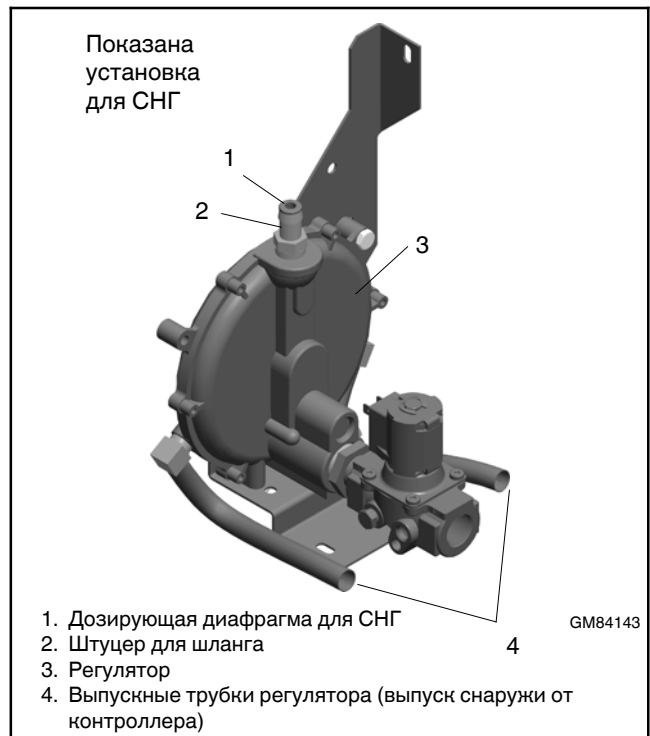

Рис. 1-13 Топливный регулятор и фитинг с диафрагмой для СНГ, 20RESA/RESAL
Для СНГ в топливной линии устанавливается дозирующая диафрагма. При поставке установка обычно настроена на природный газ, а дозирующая диафрагма привязана возле соленоидного клапана. Для перехода на СНГ установите фитинг СНГ, как описано ниже. Расположение компонентов топливной системы см. Рис. 1-13.
5. Снимите хомут шланга и топливный шланг с штуцера топливного блока. См. Рис. 1-13.
6. Вставьте фитинг с диафрагмой для СНГ в штуцер шланга. См. Рис. 1-13.